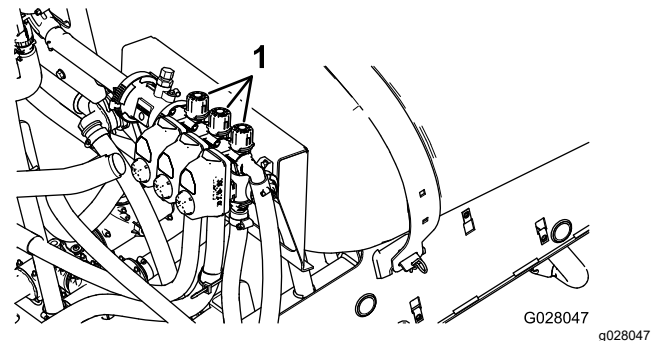

Bild 70
2. Stellen Sie den linken Abschnittsschalter aus und das Auslegersicherheitsventil (**Bild 70**) ein, bis der Druck am vorher angepassten Niveau (normalerweise 2,76 bar) liegt.
4. Stellen Sie das rechte Abschnittsicherheitsventil (**Bild 70**) ein, bis der Druck am vorher angepassten Niveau (normalerweise 2,76 bar) liegt.
6. Stellen Sie das mittlere Abschnittsicherheitsventil (**Bild 70**) ein, bis der Druck am vorher angepassten Niveau (normalerweise 2,76 bar) liegt.